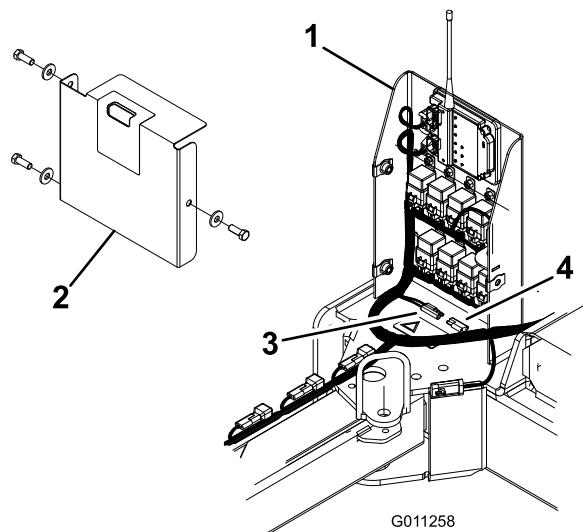

Bild 35
- Nehmen Sie die Kappe von den Anschlüssen am gelben und roten Draht im Elektrokastron ab (Bild 35).
- Entfernen Sie die drei Schrauben und Scheiben, mit denen die Abdeckung des Elektrokastrons befestigt ist; nehmen Sie die Abdeckung ab (Bild 35).